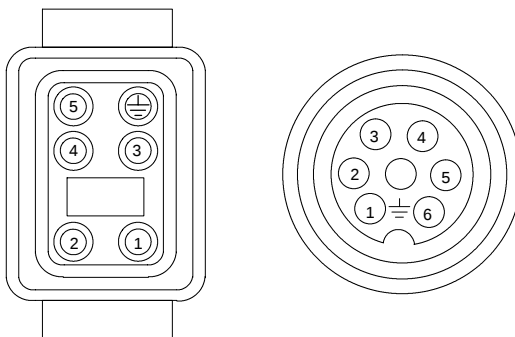

Fig. 15: Broches de la fiche du pistolet
3. Voir la figure 15. Tester la continuité du circuit de la résistance (broches 1 et 2):
4. Voir la figure 15. Une fois que la température du pistolet est connue, mesurer la résistance aux bornes du circuit de la sonde (broches 3 et 5).